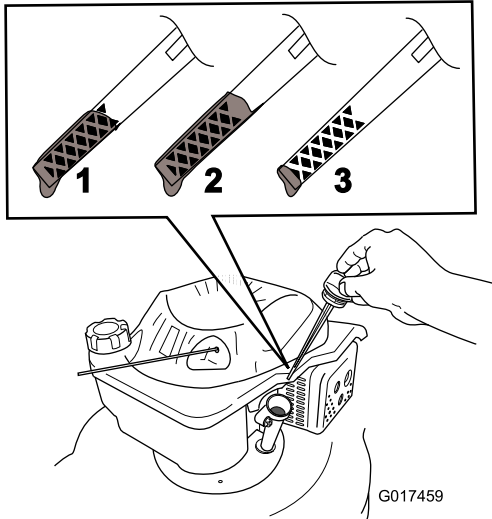

Figure 38
**Remarque:** Versez de l'huile dans le carter moteur jusqu'à ce que la jauge indique le niveau correct, comme illustré à la (Figure 38). Si vous remplissez excessivement le carter moteur, vidangez l'excédent d'huile comme expliqué à l'étape 5.